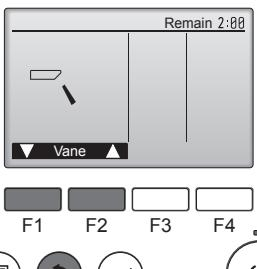

Fig. 7-4
- 按下 [SELECT] 按鈕顯示葉片運轉畫面，然後按下 [F1] 與 [F2] 按鈕檢查自動葉片。（Fig. 7-4）